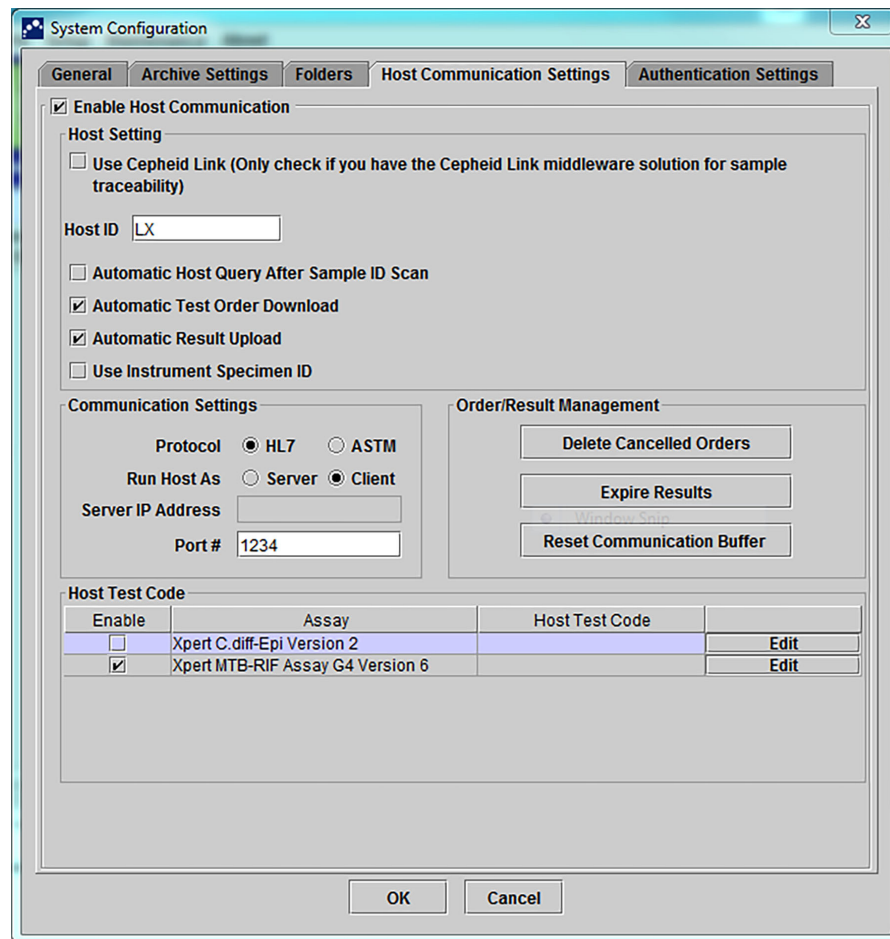
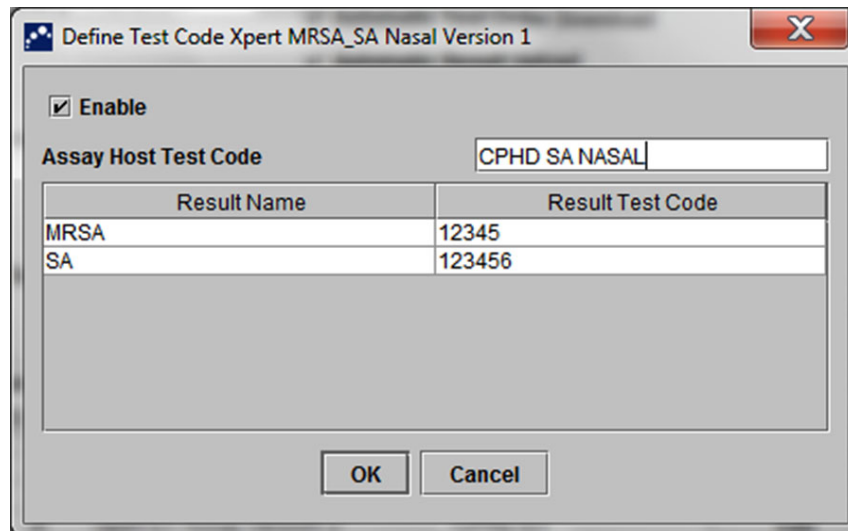

Figura 2-81. Caseta de dialog Configurare sistem (Fila Setări comunicare cu gazda)
Figura 2-84. Caseta de dialog Definire cod de testare pentru o analiză cu mai multe rezultate
2. Faceți clic pe fila **Setări comunicare cu gazda (Host Communication Settings)**. Apare fila **Setări comunicare cu gazda (Host Communication Settings)**. Consultați Figura 2-81.
2. Selectați butonul **SETĂRI COMUNICĂRI CU GAZDA (HOST COMMUNICATIONS SETTINGS)** (consultați Figura 2-56) pentru a afișa spațiul de lucru Setări comunicări cu gazda (Host Communications Settings). Consultați Figura 2-81.
1. În secțiunea tabelului **Cod de testare gazdă (Host Test Code)** a filei Setări comunicare cu gazda (Host Communication Settings) (consultați Figura 2-81), faceți clic pe butonul **Editare (Edit)** dorit pentru a modifica setarea. Apare caseta de dialog Definiere cod de testare (Define Test Code). Consultați Figura 2-84.
4. Numele rezultatelor raportate de analiză sunt enumerate în câmpul **Nume rezultat (Result Name)**. Consultați Figura 2-84.
5. Introduceți codul de testare rezultat în câmpul **Cod de testare rezultat (Result Test Code)** (consultați Figura 2-84) corespunzător fiecărui nume de rezultat care poate fi raportat de această analiză.